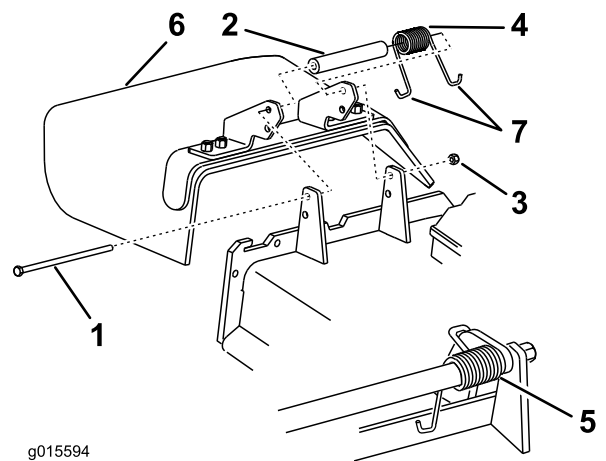

図 89
1. デフレクタをピボットブラケットに固定しているロックナット、ボルト、スプリング、スペーサを外す(図 89)。
2. 破損または古くなっているデフレクタを取り外す(図 89)。
**注** 必ず、スプリングのJフック端の1つをデッキエッジの後ろに引っ掛け、それからボルトを(図 89)のように取り付けてください。
6. J形端部のひとつをデフレクタに引っ掛ける(図 89)。